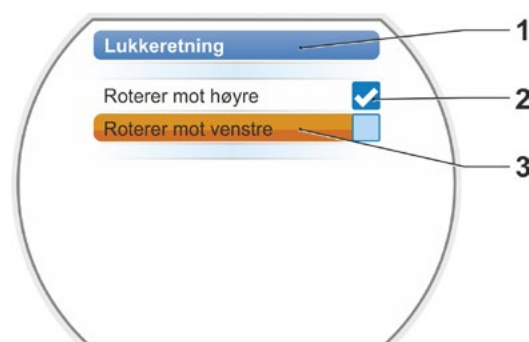

Fig. 2: Meny „Lukkeretning”
3. Hvis den viste innstillingen skal endres, setter du markeringen på innstillingen og bekrefter. Menyen „Lukkeretning” vises. Den aktuelle innstillingen vises med et symbol  (fig. 2, pos. 2).
4. Sett den oransje markeringen på ønsket innstilling (pos. 3) og bekreft. Det vises en henvisning om at lukkeretningen for endeposisjonene må stilles inn på nytt på grunn av endringen.